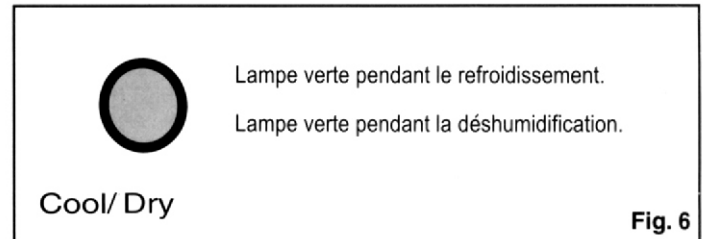

Fig. 6
**MODE:** Lampes témoins: Allume une couleur différente pour chaque mode choisi. Fig. 6.